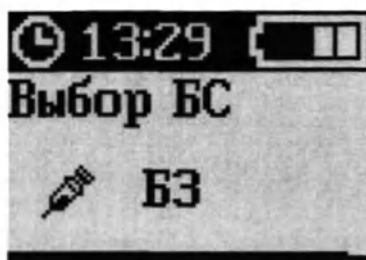

Рисунок 88 – Экран «ВЫБОР БС»
5. Нажать кнопку «ОК» для подтверждения выбора (рисунок 88).